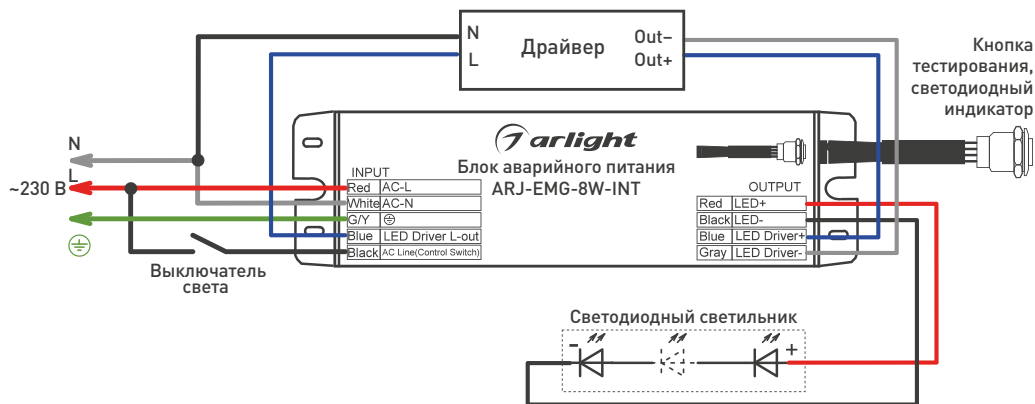

Рис. 1. Стандартная схема подключения
- 3.4. Подключите обесточенные провода электросети к источнику аварийного питания со стороны **INPUT**, соблюдая маркировку: **L (фаза)** — ко входу **AC L**, **N (ноль)** — ко входу **AC N**. Выключатель света должен быть подключен с одной стороны к **L (фаза)**, а с другой — ко входу **AC Line (Control Switch)** (см. рис. 1).
- 3.5. Подключите сетевые выводы драйвера: **N** — к нейтрали сети, **L** — к сетевому проводу **LED Driver L out** блока аварийного питания, как показано на рис. 1.